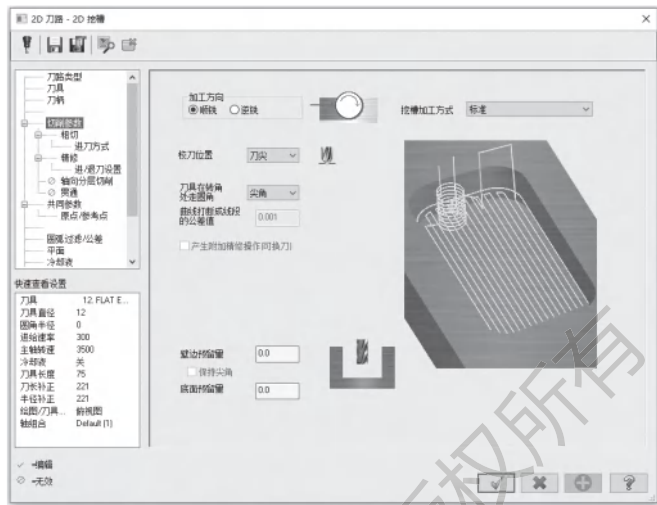

图 3-65 切削参数选项卡
3) 打开【切削参数】选项卡,在【类型】选项的下拉列表中选择【标准】选项,设置【壁边预留量】与【底面预留量】为 0.0mm,其他参数按默认设置,如图 3-65 所示。